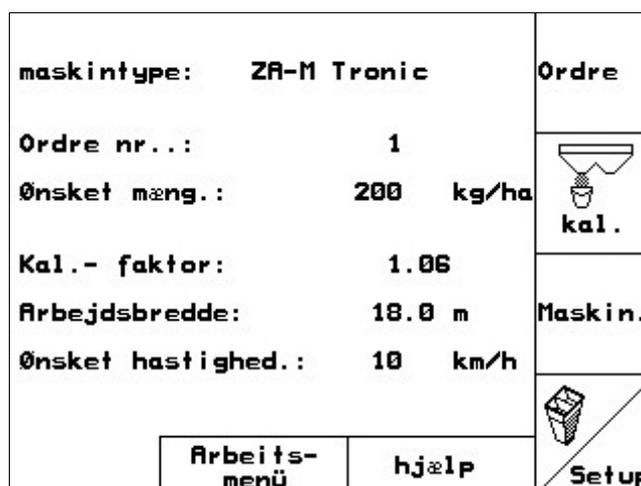

Fig. 17
- Menuen "Hjælp" er kun tilgængelig fra hovedmenuen (Fig. 17).